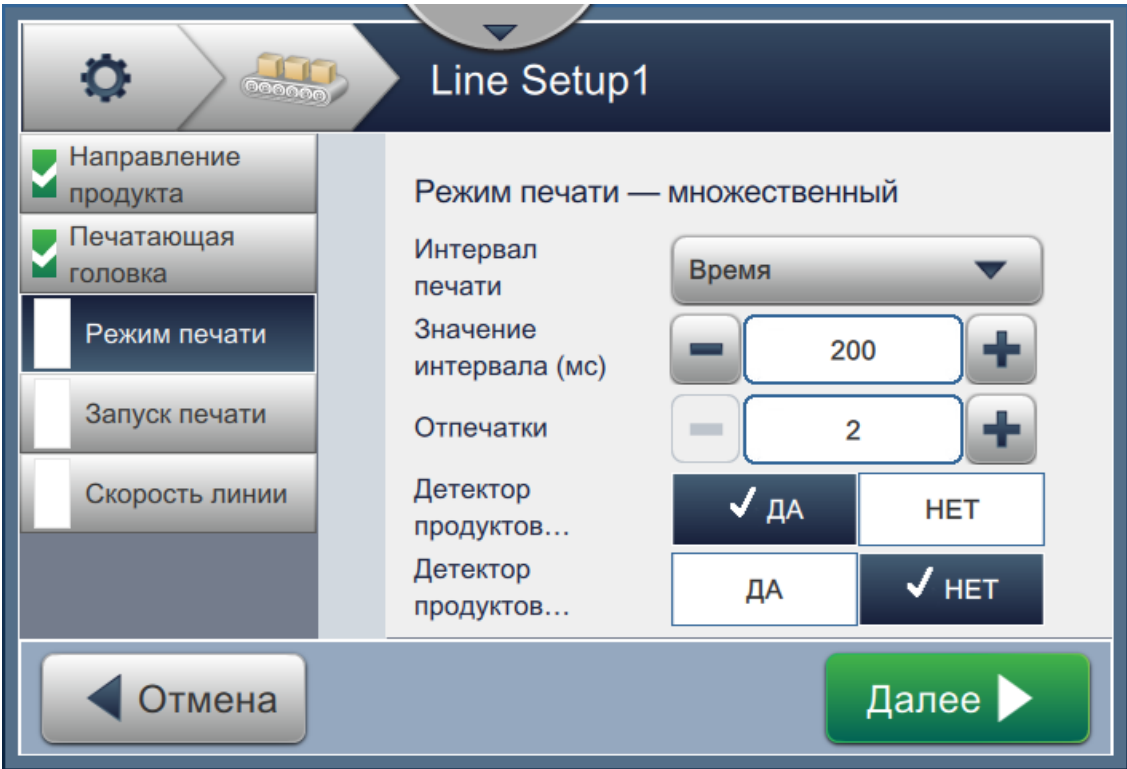

Рис. 6-30. Режим печати — множественный
2. Измените параметры на экране «Параметры», нажмите кнопку , чтобы задать режим, как показано на Рис. 6-30.